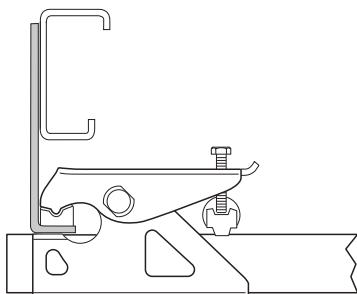
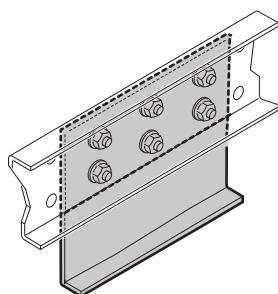

Fig. 11
Fig. 12
- Para el montaje de placas para la compensación de la altura para chasis estándar con perfil en L o perfil en U (Fig. 11) (Fig. 12).